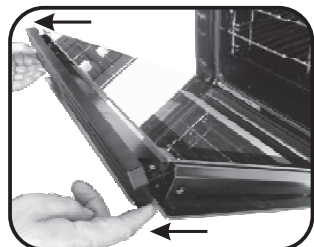

Figura 4
- Remova a cobertura metálica do topo para que o vidro possa ser retirado como demonstrado na figura 4.